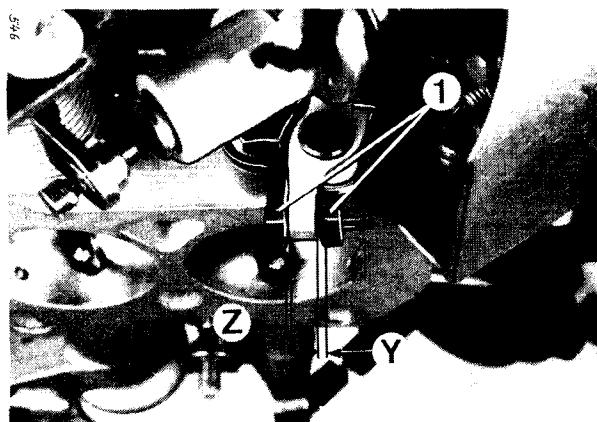

Bild 32
2. FREIGABE UND ZWANGSRÜCKNAHME DER II. STUFE (Bild 32)
- Abstände „Y“ und „Z“ durch Biegen der Gabel (1) einstellen.